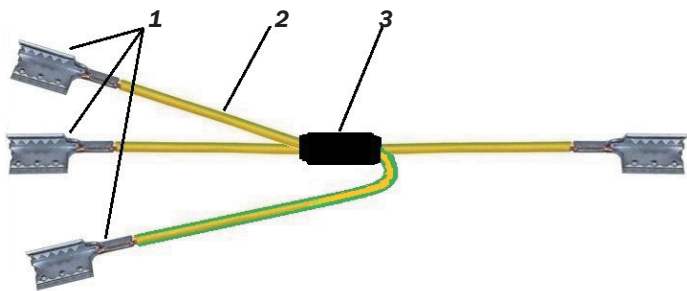

Рис. 21. Перемычка с четырьмя соединителями экрана:
6.5 На оболочках делают по два надреза и участки оболочек «флажками» отгибают в стороны (см. рис. 21). Длина «флажков» на ответвляющихся кабелях – 20 мм, на основном кабеле – 40 мм. Свободный ход незакреплённых кабелей в патрубках обеспечивает удобство подключения сжимаемых соединителей экранов к отогнутым от оболочек «флажкам».